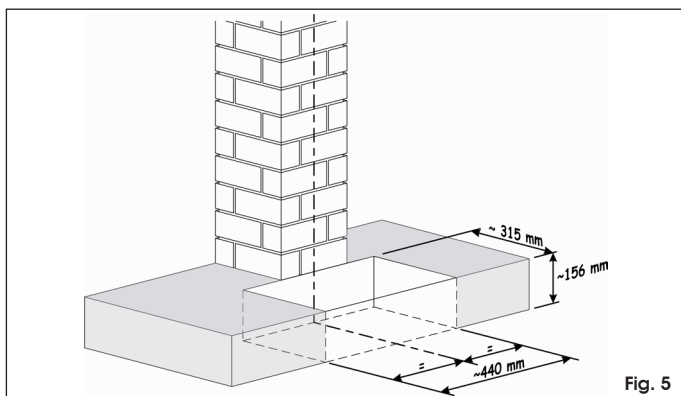

Fig. 5
4. Graaf een gat zoals aangegeven in Fig. 5.